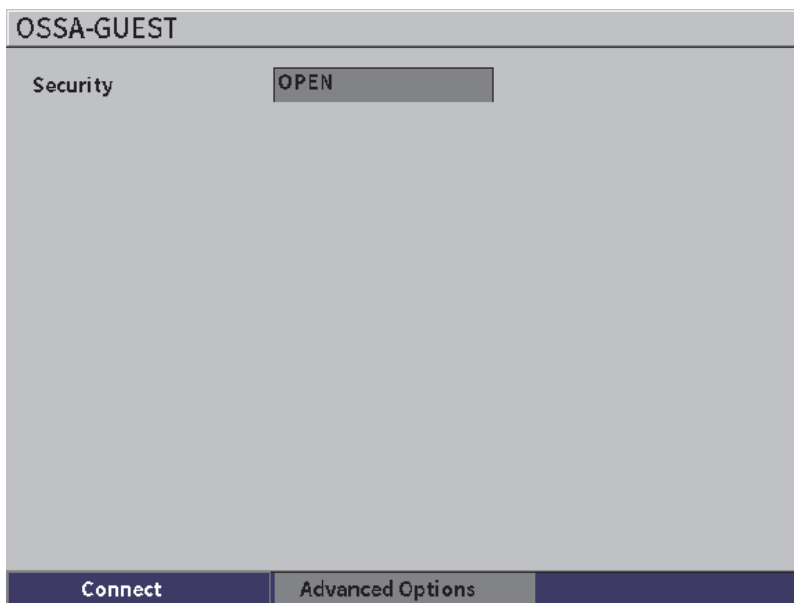

Figura 10-3 Página de logon seguro de rede sem fio
- b) Se a rede selecionada não exigir senha, pressione o botão Enter para se conectar à rede selecionada (veja Figura 10-3 na página 172).